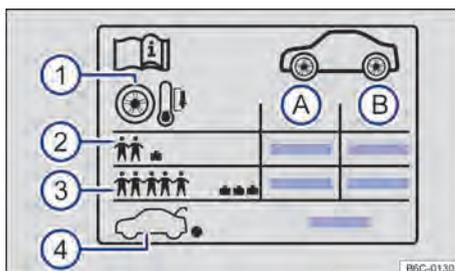

Fig. 213 Etiqueta com as pressões dos pneus.
Indicações na etiqueta de pressão dos pneus → Fig. 213:
- Adequar a pressão dos pneus sempre à condição de carga do veículo → Fig. 213 ③.